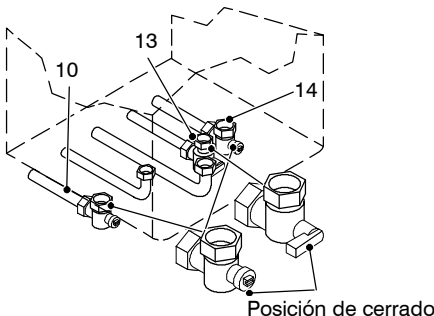

fig. 9.3
- 1 Cerrar el grifo de entrada del agua sanitaria 13 en la fig. 9.3
- 1 Cerrar los grifos de alimentación y retorno 10 y 14 en la fig. 9.3 de la instalación de calefacción.